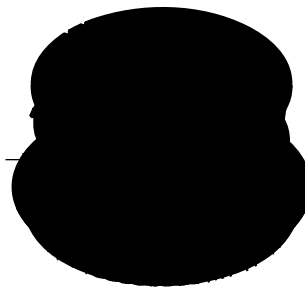

Fig. 50
4. Saque toda la l—nea que haya en el carrete interior antes de limpiarlo. Saque todos los residuos o pasto de la perilla, resorte, carrete interno y sello de espuma. Lave el carrete interior con agua jabonosa tibia (Fig. 50).